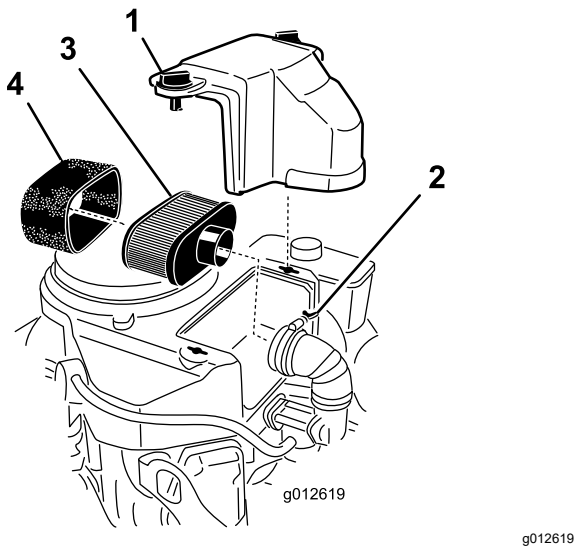

Figura 28
3. Limpie la zona alrededor del limpiador de aire para evitar que entre suciedad en el motor y cause daños (Figura 28).
4. Desenrosque los pomos de la tapa y retire la tapa del limpiador de aire (Figura 28).
5. Desenrosque la abrazadera y retire el conjunto del limpiador de aire (Figura 28).
6. Retire cuidadosamente el filtro de gomaespuma del filtro de papel (Figura 28).
**Importante:** No limpie el filtro de papel, cámbielo (Figura 28)
1. Deslice cuidadosamente el elemento de espuma sobre el elemento de papel del limpiador de aire (Figura 28).
2. Coloque el conjunto del limpiador de aire sobre la base del limpiador de aire y fíjelo con 2 tuercas de orejeta (Figura 28).
3. Coloque la cubierta del limpiador de aire y apriete el pomo de la cubierta (Figura 28).